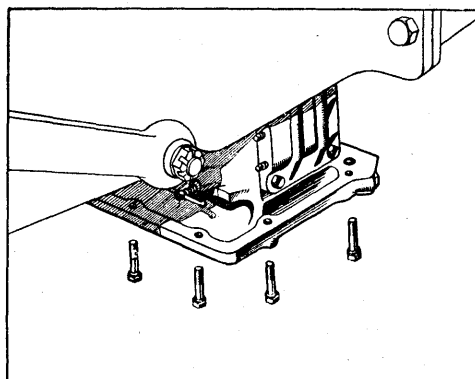

Fig. 44. Pumpehusets skruer aftages, og pumpehuset skubbes tilbage og tages ud.
- 4: Pumpehusets skruer (fig. 44) aftages, og pumpehuset skubbes tilbage, så at det går fri af kraftudtagakslens leje, hvorefter pumpehuset løftes ud.